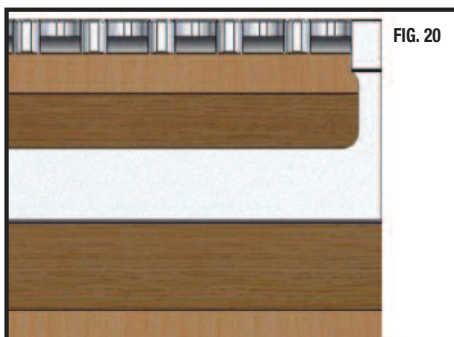

FIG. 20
3. Alignez un bord du tableau à couper avec le bord extérieur du gabarit. (fig. 20)
Découpez les fentes dans la première planche avec le bord de la planche affleurant avec le bord du côté droit du gabarit (voir fig. 20, page 5). Réalisez les découpes d'entrée et de sortie en utilisant le côté gauche de la fente de guidage uniquement.